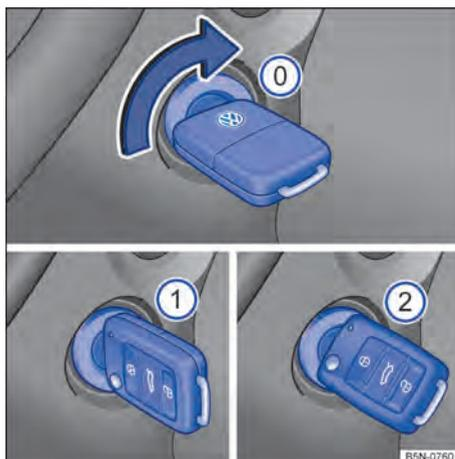

Fig. 80 Ao lado do volante, à direita: posições da chave do veículo no cilindro da ignição.
Posições da chave do veículo → Fig. 80
- *Veículos com partida aquecida:* girar a chave do veículo na posição \rightarrow Fig. 80 ①. A ignição está ligada. Nesse instante a luz de controle do sistema de partida aquecida $\text{\textcircled{A}}$ irá se acender no instrumento combinado. Aguardar que a luz de controle $\text{\textcircled{A}}$ se apague indicando o término do aquecimento do combustível (esta ação poderá ser necessária em condições de partida com o motor frio).
- *Veículos sem partida aquecida:* girar a chave do veículo na posição \rightarrow Fig. 80 ①. A ignição está ligada.
- Girar a chave do veículo no cilindro da ignição para a posição \rightarrow Fig. 80 ② – não acelerar. Quando o motor começar a funcionar, soltar a chave do veículo no cilindro da ignição.
- *Veículos com partida aquecida:* girar a chave do veículo no cilindro da ignição para a posição \rightarrow Fig. 80 ② para dar partida no motor – não acelerar. Caso a etapa 5 não seja respeitada, a luz de controle $\text{\textcircled{A}}$ irá piscar indicando a necessidade de interromper o procedimento de partida e repeti-lo após retornar a chave para a posição \rightarrow Fig. 80 ① e aguardar aproximadamente 10 segundos.
- *Veículos sem partida aquecida:* girar a chave do veículo no cilindro da ignição para a posição \rightarrow Fig. 80 ② para dar partida no motor – não acelerar.
- Girar a chave do veículo no cilindro da ignição na posição → Fig. 80 .